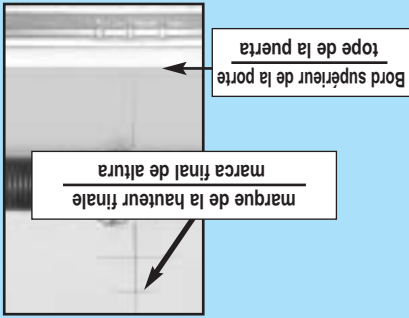

FIG. 2-2 Repérage du point le plus élevé de la course (monopiece).
- Levantar la puerta del garaje hasta que el tope del borde de la puerta alcance su altura máxima (Fig. 2-2).
- Con la puerta en la posición de altura máxima (Fig. 2-2),
- Lever la porte du garage jusqu'à ce que le bord supérieur de la porte atteigne sa hauteur maximale (Fig. 2-2).